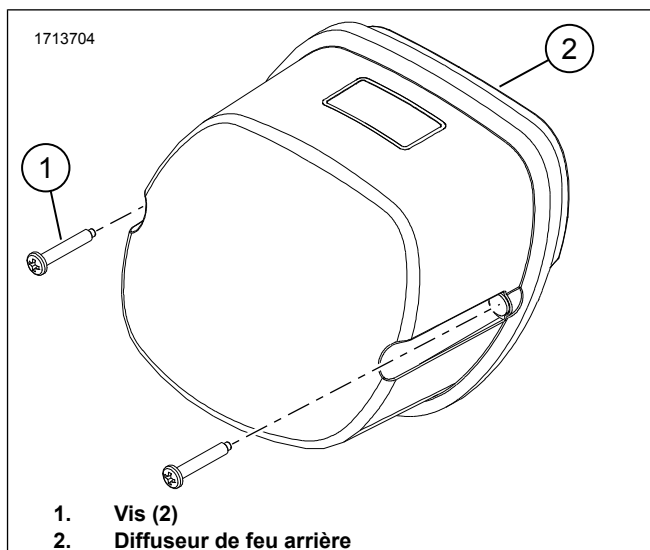
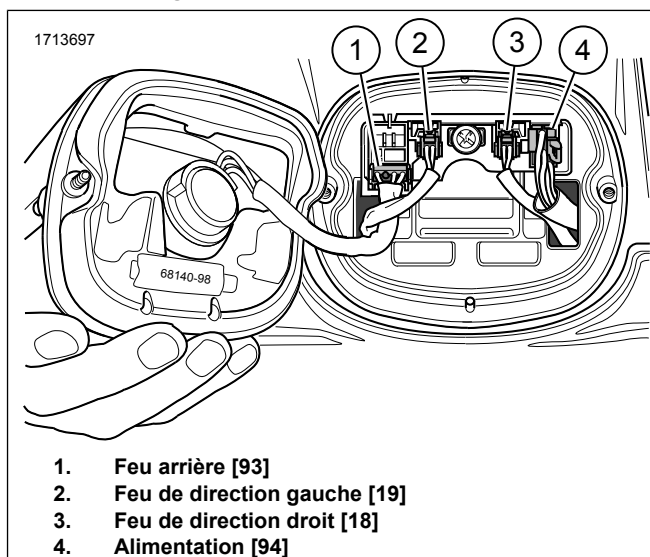

Figure 2. Diffuseur du feu arrière
Figure 3. Emplacements du connecteur
- a. Voir la figure 2. Déposer les vis (1).
- b. Séparer le cabochon du feu arrière (2) de l'assemblage de base.
- c. Voir la figure 3. Débrancher le connecteur du feu arrière (1).